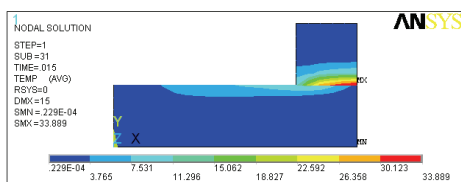

图 4-93 滑块运动结束时其内部温度场等值线图
1) 选择 Main Menu | General Postproc | Plot Results | Contour Plot | Nodal Solu 命令, 出现 Contour Nodal Solution Data 对话框, 在 Item to be contoured 列表框中选择 Nodal Solution | DOF solution | Nodal Temperature, 单击 OK 按钮, ANSYS 窗口将显示如图 4-93 所示的滑块运动结束时的温度场等值线图。